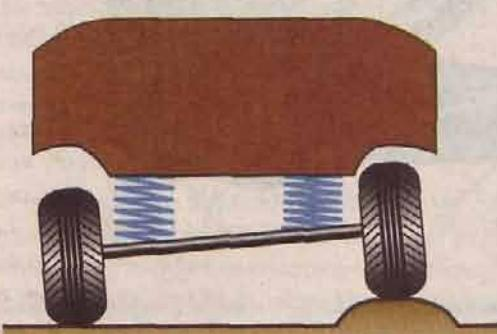

Рис. 40. Схема работы зависимой подвески колес автомобиля
**Зависимая подвеска** (рис. 40), это когда оба колеса одной оси автомобиля связаны между собой жесткой балкой (задние колеса). При наезде на неровность дороги одного из колес, второе наклоняется на тот же угол.